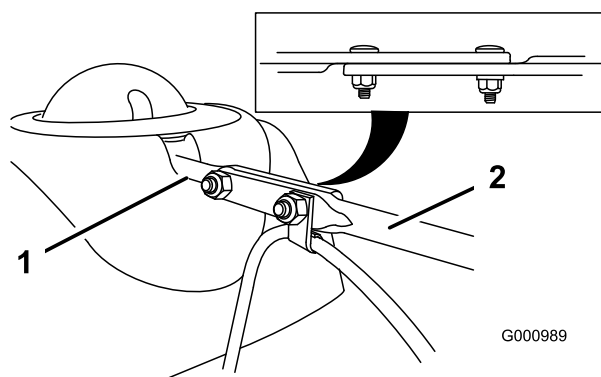

Bild 10
3. Fluchten Sie das abgeflachte hintere Ende der langen Schaltstange für den Auswurfkanal mit dem abgeflachten vorderen Ende der kurzen Stange aus, die aus dem Armaturenbrett herausragt, sodass beide eingreifen (Bild 10).